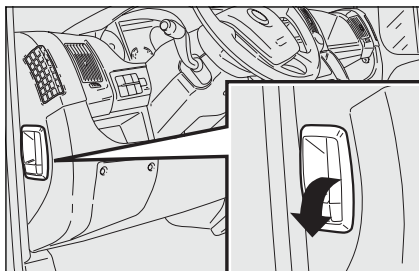

fig. 120
- trek de hendel **fig. 120** in de richting van de pijl;